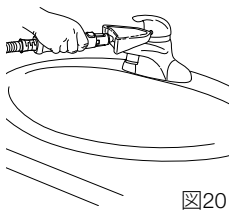

図20
- 小型ポケットツールは、狭い範囲や凹凸のある表面の清掃に使用します。小型ポケットツールの先端の形状は、隅や角の清掃に適しています(図20)。